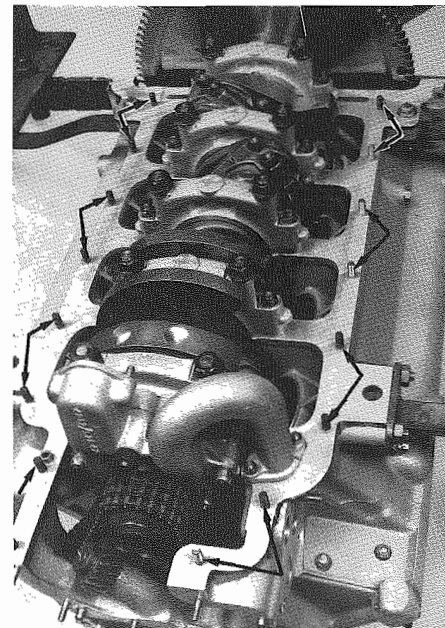

Fig. 85 - Dadi di fissaggio
- Allentare i dadi dei prigionieri di fissaggio coppa olio al basamento (**Fig. 85**) ed asportare la coppa.